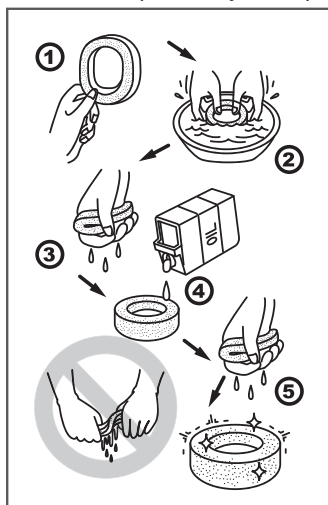

Рис. 15 Обслуживание поролонового фильтрующего элемента
5. Промойте поролоновый фильтр теплым мыльным раствором или раствором негорючей жидкости, тщательно отожмите и просушите. Смочите фильтр небольшим количеством специального масла для фильтров, либо чистым моторным маслом, после чего отожмите излишки масла (Рис. 15).